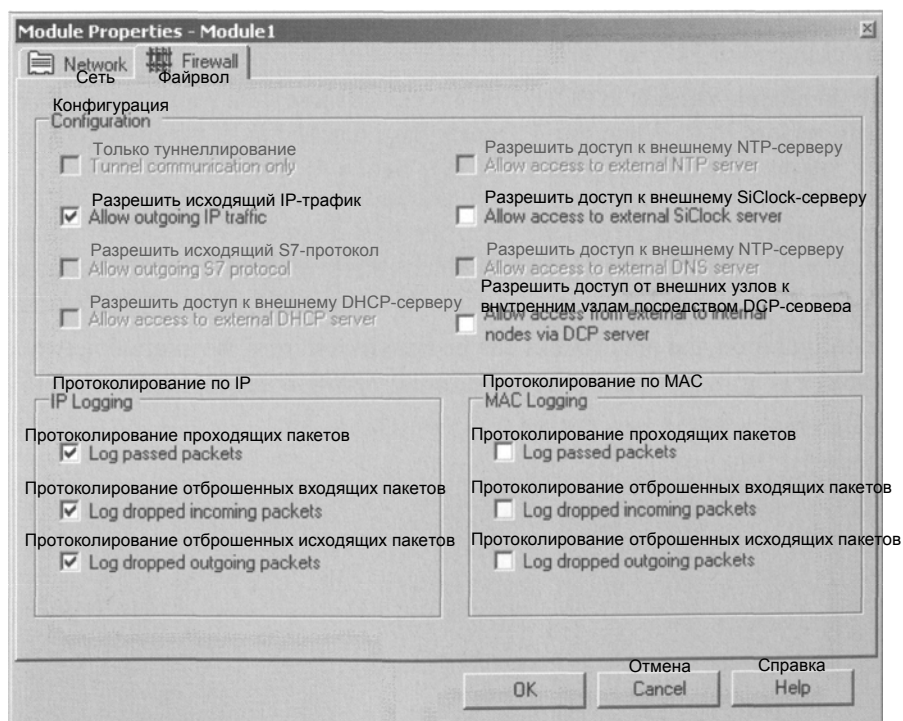

Рис. 8.8 Окно свойств модуля - настройка правил для файрвола
**Шаг 4: Настройка файрвола** (см. рис. 8.8)